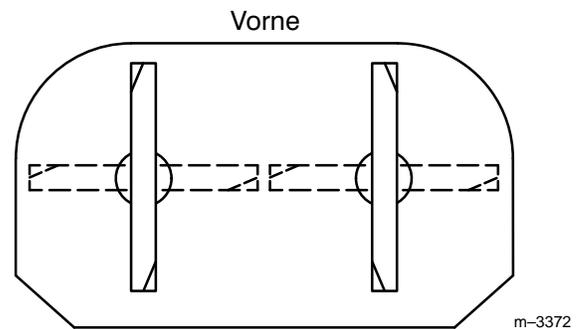

Abbildung 57
1. Die Schnittmesser drehen, bis sie in Längsrichtung ausgerichtet sind (Abb. 57). Von einer ebenen Oberfläche aus zur Schneidkante der Messer messen (Abb. 58). Diesen Wert notieren.